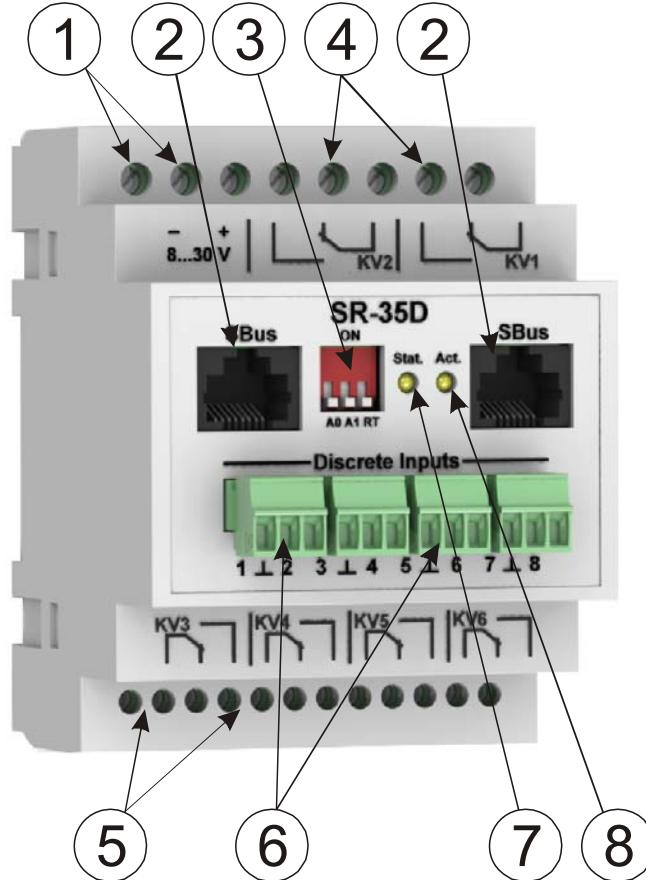

Рисунок 1 – Внешний вид и назначение органов подключения передней панели модуля
- 4.4 Подключите, при необходимости, терминирующий резистор "RT" модуля к шине SBus включив в положение "ON" соответствующий флагок DIP-переключателя (см. рисунок 1).
- 4.5 Подключите информационные кабели шины SBus к разъемам SBus модуля (см. рисунок 1) в соответствии со схемой, изображенной на рисунке 2.
- установите DIP-переключателем 3 (см. рисунок 1) адрес модуля **0x90**, в соответствии с таблицей 3;
- по истечении 30 секунд проконтролируйте по режиму работы индикатора "Stat." (см. рисунок 1) активность выбранного протокола передачи данных;